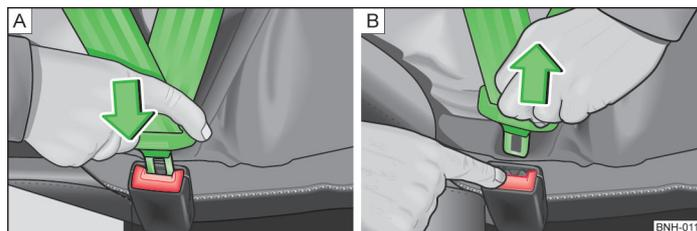

Fig. 112 Colocar y quitar el cinturón de seguridad
- » Introducir la lengüeta en el cierre correspondiente al asiento » fig. 112 - A hasta que se oiga como encaja.
- Pulsar la tecla roja en el cierre del cinturón » fig. 112 - [B], la lengüeta del cinturón saldrá disparada.